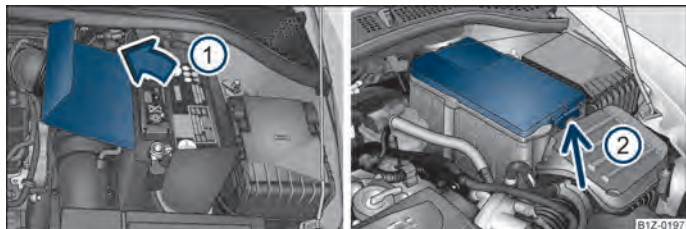

Fig. 154 Compartimentul motor: Capacul din poliester al bateriei autovehiculului/Capacul din material plastic al bateriei autovehiculului
Bateria este amplasată în compartimentul motor într-un capac din poliester ⇒ fig. 154 - stânga, respectiv într-un capac din material plastic ⇒ fig. 154 - dreapta.
- Deschideți capacul bateriei în sensul indicat de săgeata ① ⇒ fig. 154, respectiv apăsați încuietoarea de pe lateralul capacului bateriei ②, rabatați capacul în sus și îndepărtați-l.
Marginea suportului din polistiren pentru baterie ⇒ fig. 154 - stânga, intră între baterie și peretele lateral al suportului bateriei, atunci când se realizează lucrări la baterie.